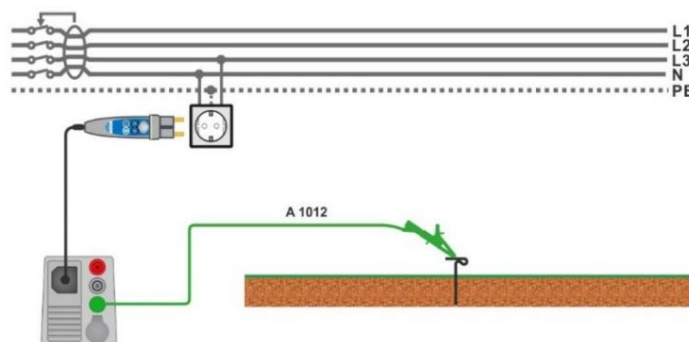

Fig. 4.48: Anslutning vid Uc(P) mätning
- Anslut testledningen P/S till en extern jordpunkt (valfritt), se **Fig. 4.48**